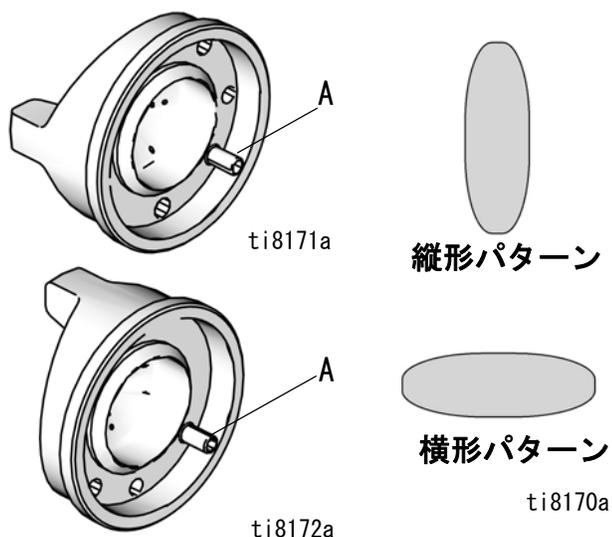

図 10: エアキャップを取り付けます。
エアキャップは工場を設定され、調整ピン (A) は縦形スプレーパターンに設定されます。エアキャップを横形スプレーパターンに変更するには、1/16 インチ六角レンチを使用して、調整ピン (A) を抜き、水平スプレーパターン穴に移します。ピンを移すときは、低強度スレッドロッカーを使用します。1.5-2.5 in-lb (0.2-0.3 N·m) のトルクを与えます。締め過ぎないこと。をご参照ください図 10。